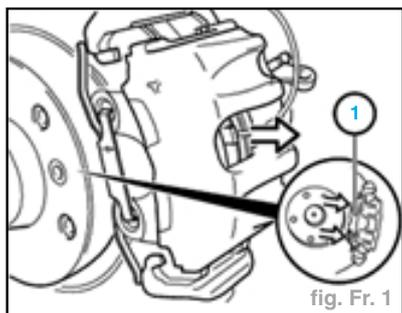

fig. Fr. 1
- Retirer l'agrafe (1) du côté gauche et débrancher le connecteur du témoin d'usure de plaquettes (fig. Fr. 1).